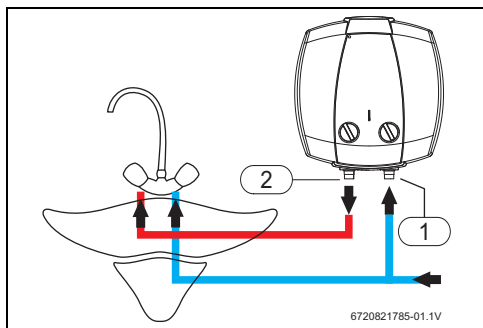

Fig. 7 Instalação por cima do lavatório
- ▶ Identificar a tubagem de água fria e de água quente, de forma a evitar uma possível troca (Fig. 7 e 8).